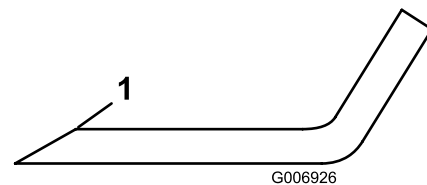

Figura 67
5. Inspeccione los filos de corte de todas las cuchillas. Afilelos si están romos o tienen mellas. Afile únicamente la parte superior del filo y mantenga el ángulo de corte original para asegurar un afilado correcto (Figura 67).
6. Si está romo o tiene desperfectos, afile únicamente el filo superior y mantenga el ángulo de corte original (Figura 67).